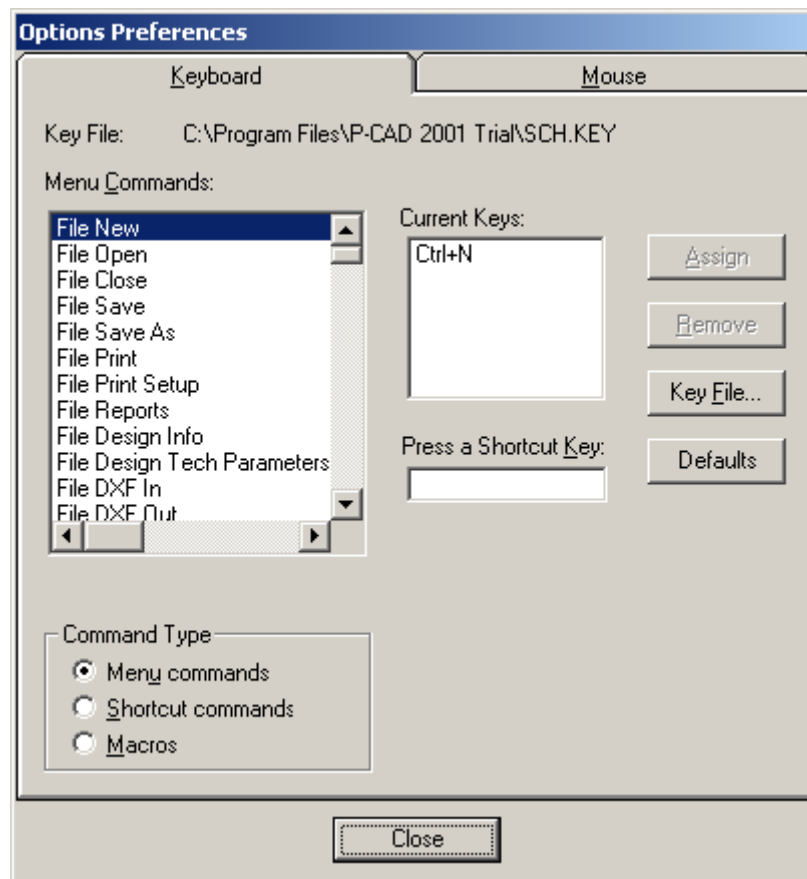

Рис. 12 Команда **Options Preferences**, вкладка **Keyboard**
- 8.2 Ознакомьтесь с содержимым вкладки **Keyboard**, изображенной на рис. 12.